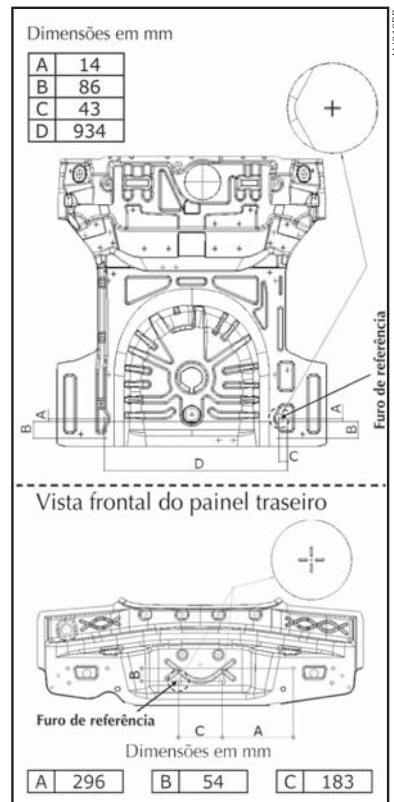

fig. 13
- Efetuar no veículo a furação com Ø (diâmetro) 11 mm traspassando o assoalho posterior (ver detalhe **A-fig. 12**) e a longarina nas marcas esquemáticas indicadas na **fig. 13**.